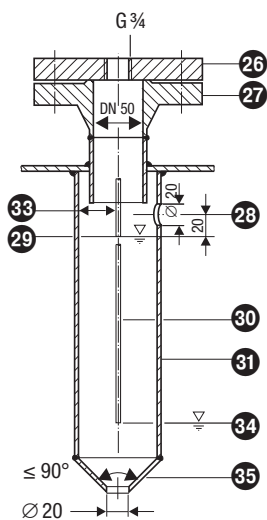
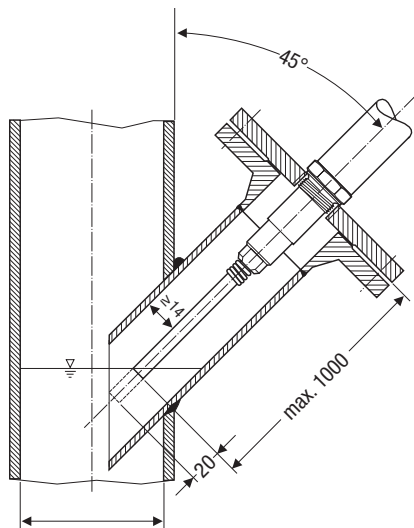

Fig. 14
Fig. 15
- A distância entre o eléctrodo e a massa (flange, parede do reservatório) não deve ser inferior a 14 mm! **Fig. 14, Fig. 15.**
- O ângulo de inclinação do eléctrodo é, no máximo, 45° e o comprimento máximo da vareta é, no máximo, 1000 mm. **Fig. 15**